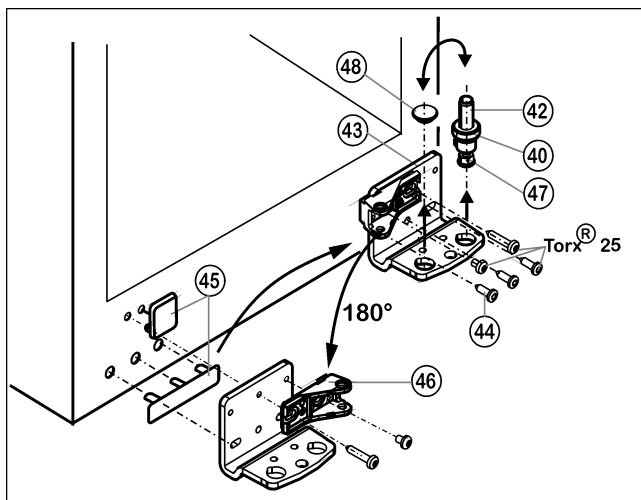

Fig. 9
- Togliere completamente il perno di supporto Fig. 9 (42) con lo spessore Fig. 9 (40) e il piedino di regolazione Fig. 9 (47), estrarre tirando verso l'alto.
- Togliere i tappi Fig. 9 (48).
- Smontare il blocco di supporto Fig. 9 (43).
- Staccare le coperture lato maniglia Fig. 9 (45) facendo attenzione e spostarle sul lato opposto.
- Fissare nuovamente il blocco di supporto Fig. 9 (43) sul nuovo lato cerniere, eventualmente servendosi di un avvitatore a batteria (a 4 Nm).
- Svitare l'elemento di supporto Fig. 9 (46) e serrarlo di nuovo ruotato di 180°, avvitare la vite lunga nell'asola.
- Inserire nuovamente i tappi Fig. 9 (48) nell'altro foro.
- Inserire nuovamente il perno di supporto Fig. 9 (42), con lo spessore e il piedino di regolazione. Prestare attenzione in modo l'arresto sia rivolto verso il dietro.
- Appoggiare la porta dall'alto sul perno di supporto in basso Fig. 9 (42).
- Se necessario, allineare la porta sopra le due asole nel blocco di supporto in basso Fig. 9 (43) a filo con l'involucro dell'apparecchio. Svitare la vite centrale.